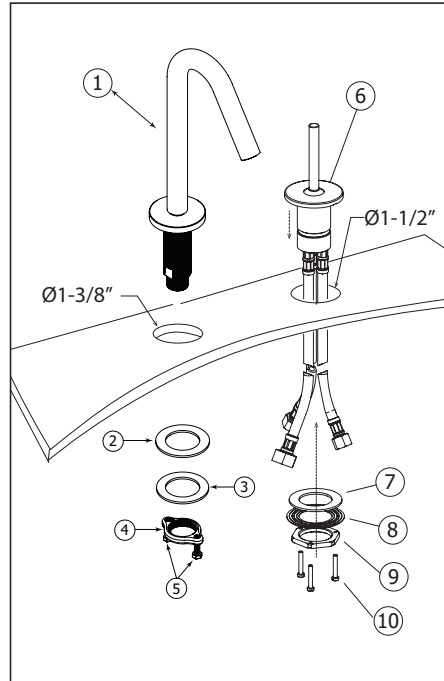

Fig.2
Insert the spout (1) into the hole ($\text{Ø} 1-3/8"$) of the sink or countertop as shown (Fig.2). Then, insert the rubber washer (2), the metal washer (3) and secure the spout with the metal nut (4). Tighten the two screws supplied (5). Next, insert the mixer (6) into the hole ($\text{Ø} 1-1/2"$) of the sink or countertop. Secure it with rubber washer (7), metal washer (8) and the nut (9). Tighten the three supplied screws (10).
Insérer le bec (1) dans le trou ($\text{Ø} 1-3/8"$) de la surface tel qu'illustré (Fig.2). Ensuite, enfilez la rondelle en caoutchouc (2), la rondelle en métal (3). (4) et les vis fournies (5). Ensuite, insérez le mitigeur (6) dans le trou ($\text{Ø} 1-1/2"$) de la surface. Le Fixer avec la rondelle en caoutchouc (7), la rondelle en métal (8) et l'écrou en métal (9). Visser les trois vis fournies (10).